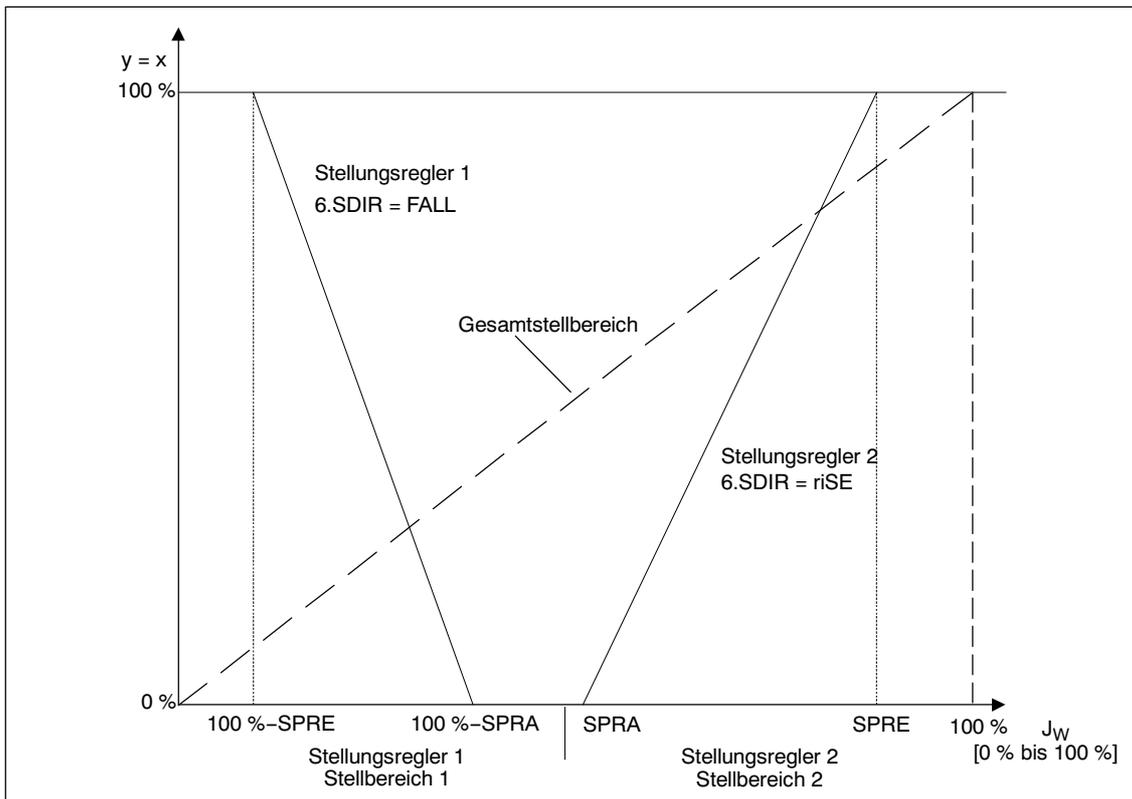

Bild 4-8 Beispiel: Splitränge-Betrieb mit zwei Stellungsreglern
7.SDIR Sollwertrichtung (siehe Bild 4-8, Seite 101)
8.SPRA Splitrange Anfang (siehe Bild 4-8)
9.SPRE Splitrange Ende (siehe Bild 4-8)